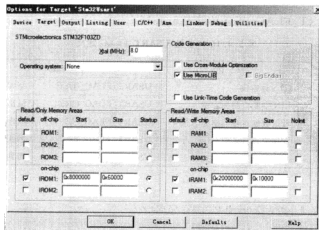

图 5.4.3 勾选 User MicroLIB
c) 打开 Keil MDK 中的 Option for Target,选中 User MicroLIB,然后单击 OK,见图 5.4.3。